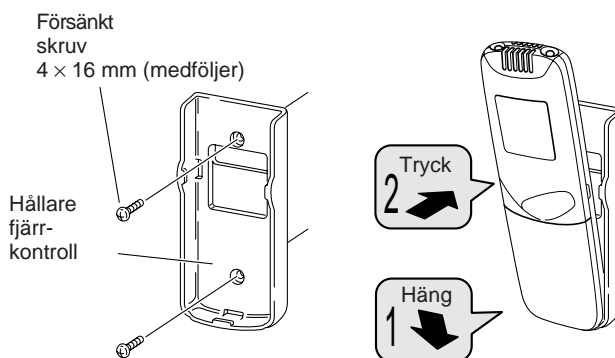

Fig. 13
- (1) Kontrollera att beep signalen på inredelsen hörs när ON/OFF knappen trycks in där fjärrkontrollen skall monteras, därefter kan hållaren monteras på väggen. (Fig. 13)
- (2) För att ta loss sensorn från hållaren lyfter man snett uppåt. (Fig. 13)